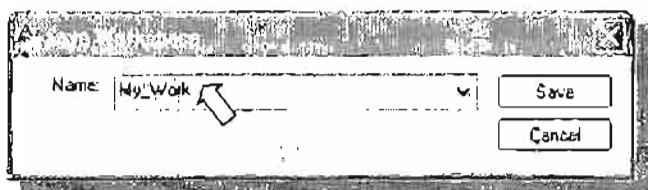

Рис. 1.13. Присвоение имени индивидуальной конфигурации интерфейса программы
- В диалоговом окне Save Workspace (Сохранить рабочее пространство) присвойте имя установленной конфигурации, например, My\_Work и нажмите кнопку Save (Сохранить) (рис. 1.13).